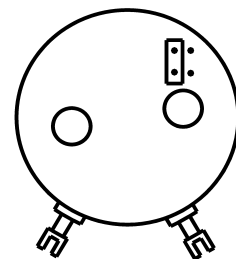

Bild 9: 145°-290°
Der Messbereich des ESM21ex wird werkseitig auf den Messbereich (siehe Bild 9) voreingestellt. Wird bei vollem Hub der Armatur der Endwert von 20mA nicht erreicht (Messbereich wird nicht voll ausgenutzt), kann dieser Messbereich verkleinert werden.
- Jumper links für Messbereich zwischen 145° und 290° (siehe Bild 9)